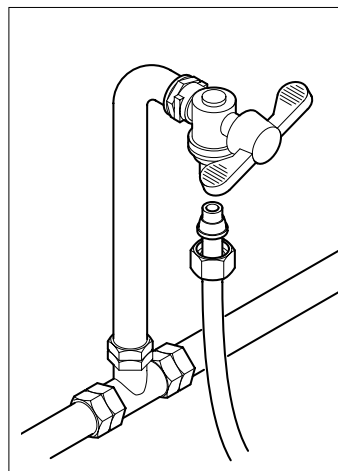

Abb. 6.5
- schließen Sie den Hahn über ein Kupferrohr oder einen Kunststoffschlauch, die für den Netzdruck ausgelegt und für Lebensmittel geeignet sein müssen, an das Gerät an. Bei Verwendung eines Kunststoffschlauchs ist die mitgelieferte Verstärkungsbuchse zu montieren (Abb. 6.5).
- Der vorgesehene Anschluß hat ist vom Typ 3/8" Gas (Abb. 6.5).